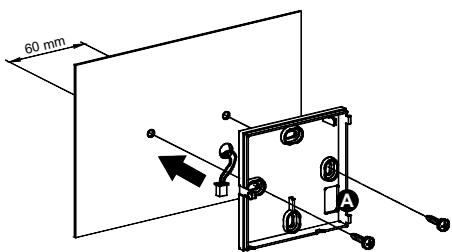

Fig. 5
- 3** Individuare la migliore posizione di installazione (vedere paragrafo 'CONFIGURAZIONE DEL SISTEMA RADIO'), quindi fissare la base del termostato alla parete tramite le due sedi per viti con interasse 60 mm (utilizzare le viti e/o i tasselli in dotazione) facendo passare i fili dell'eventuale sonda remota tramite l'apertura rettangolare (A di Fig. 5).